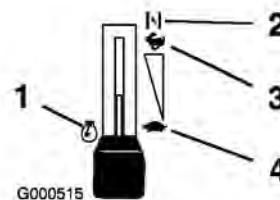

Bild 9
6. Schieben Sie den Gasbedienungshebel, sobald der Motor angesprungen ist, auf Schnell (Bild 9). Stellen Sie, wenn der Motor aussetzt oder unregelmäßig läuft, den Gasbedienungshebel für ein paar Sekunden
1. Stellen Sie dann den Gasbedienungshebel auf „Langsam“ (Bild 9).